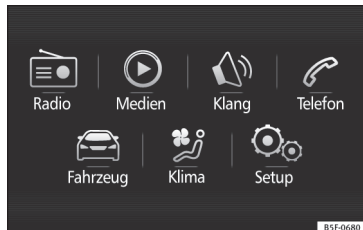

Abb. 33 Easy Connect: Hauptmenü.
- Drücken Sie die Taste **MENU** des Systems und vorher den Knopf **CAR** » **Abb. 33**, oder die Taste **CAR** des Systems, um zum Menü **CAR** » **Abb. 34** zu gehen.